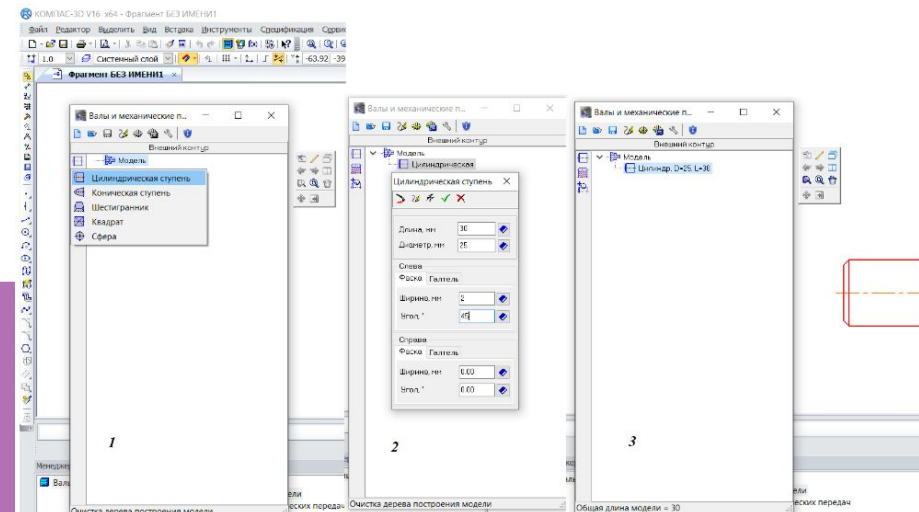

Рисунок 3.6 – Создание элемента детали
5. Ход действий следующий (рисунок 3.6):